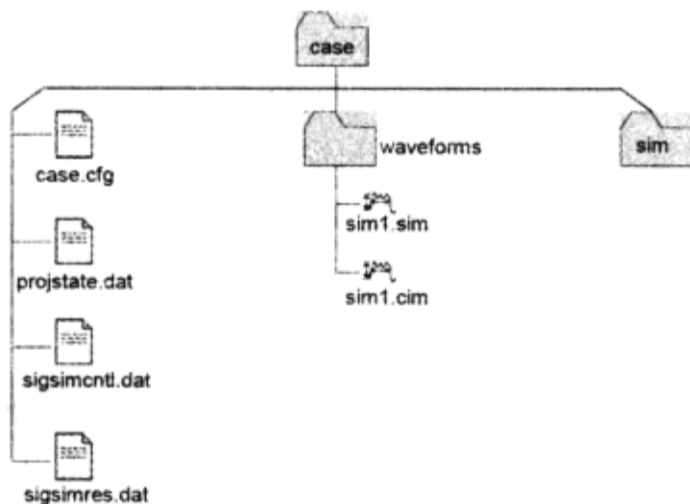

图 3-8-49 仿真的 Case 的文件结构
(2) 仿真的 case 的文件结构如图 3-8-49 所示。